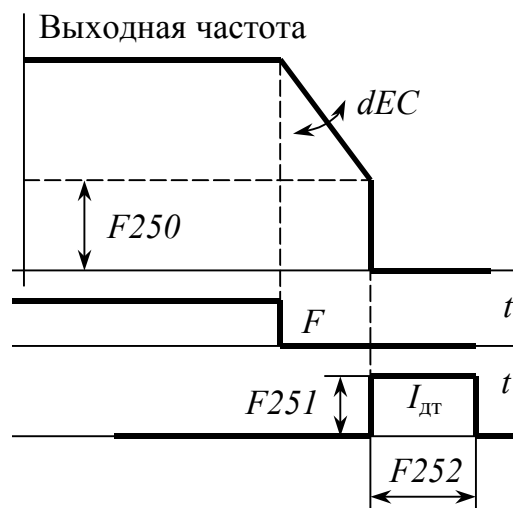

Рис. 5.7 Динамическое торможение после достижения пороговой частоты
- 1) Задать пороговой частоту (параметр *F250*), с которой на конечной стадии остановки с заданным темпом начнется динамическое торможение. Величина тока определяется параметром *F251*, длительность его протекания – параметром *F252* (рис. 5.7).
- 2) Назначить на свободный логический вход команду *DB* (13), после активизации которой в обмотку статора подается постоянный ток. Величина тока и длительность его протекания задаются параметрами *F251* и *F252*.